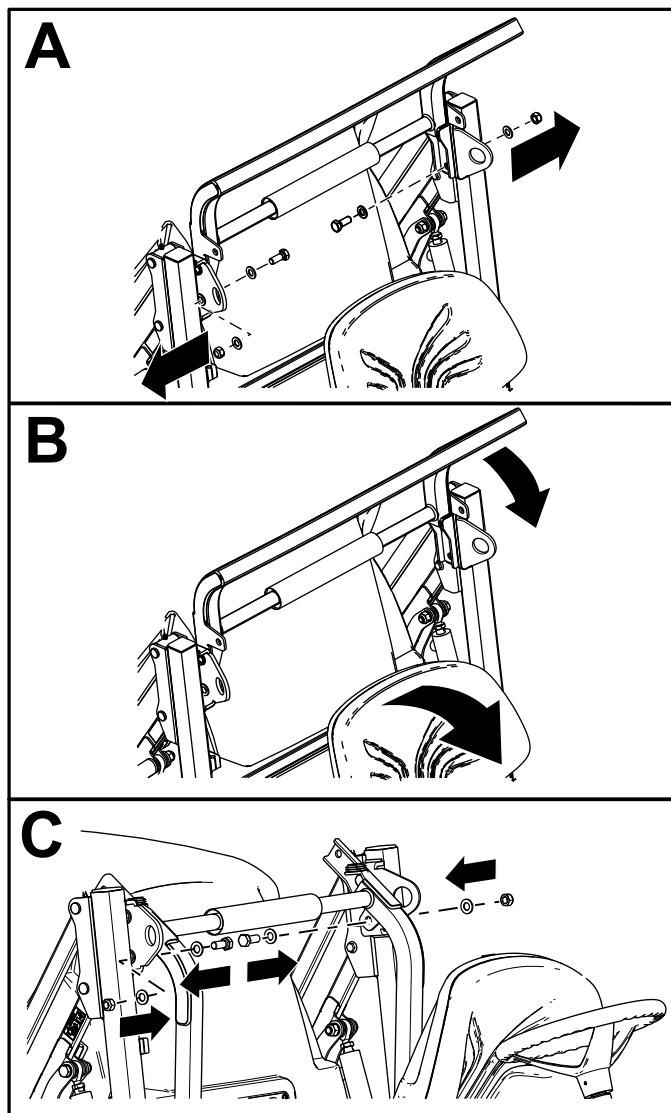

Figura 18
4. Retire las tuercas, los pernos y las arandelas (Figura 18).
6. Baje la barra antivuelco y sujétela con las tuercas, los pernos y las arandelas (Figura 18).
Nota: Siga los pasos de la Figura 18 en sentido inverso para elevar la barra antivuelco.
5. Retire las tuercas, los pernos y las arandelas de la barra antivuelco (Figura 18).
6. Eleve la barra antivuelco y sujetela con las tuercas, los pernos y las arandelas (Figura 18).